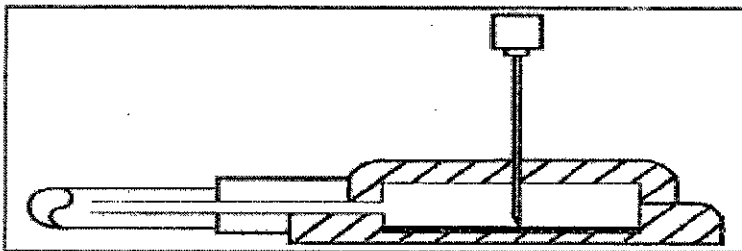

Figura 9
2. Procure siempre penetrar el reservorio en la parte central (véase la figura 9).